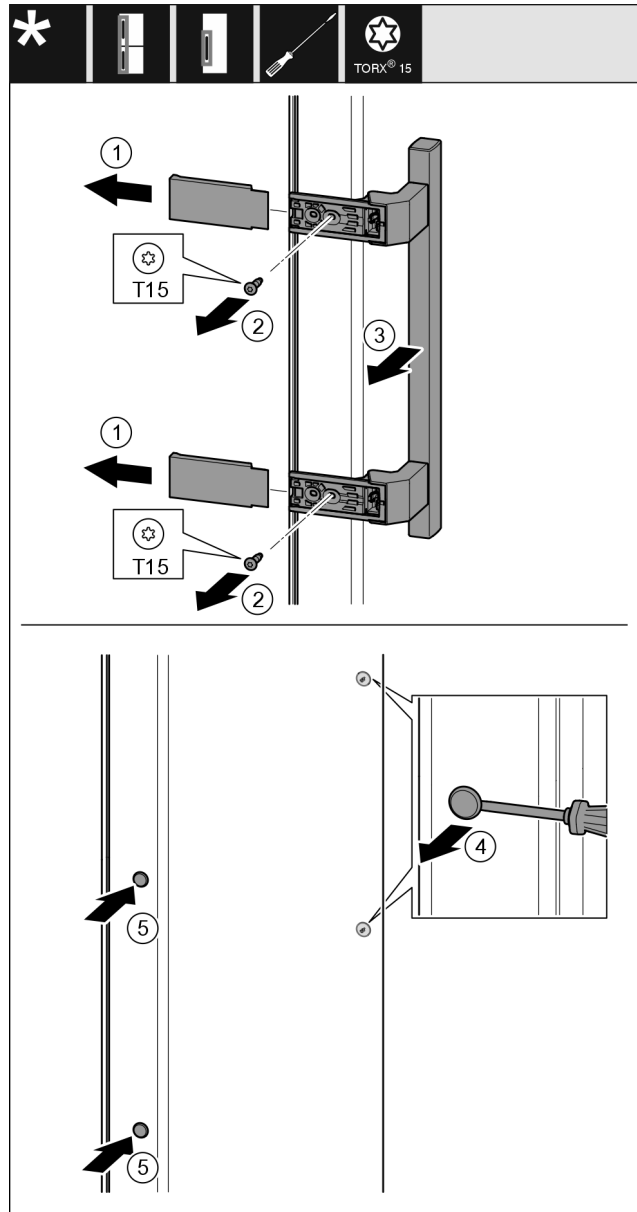

Fig. 8
- ▶ Zdjąć osłonę. Fig. 8 (1)
- ▶ Wykręcić śruby śrubokrętem Torx 15. Fig. 8 (2)
- ▶ Zdjąć uchwyt. Fig. 8 (3)
- ▶ Podważyć ostrożnie boczną zatyczkę śrubokrętem i wyjąć. Fig. 8 (4)
- ▶ Założyć ponownie zatyczkę z drugiej strony. Fig. 8 (5)